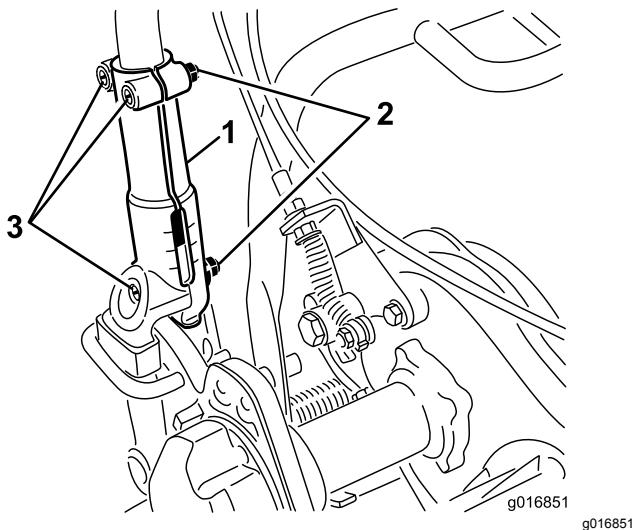

Figura 26
- Allentate i 3 bulloni a testa tonda e i dadi che fissano ogni lato della stegola ai relativi morsetti (Figura 26).